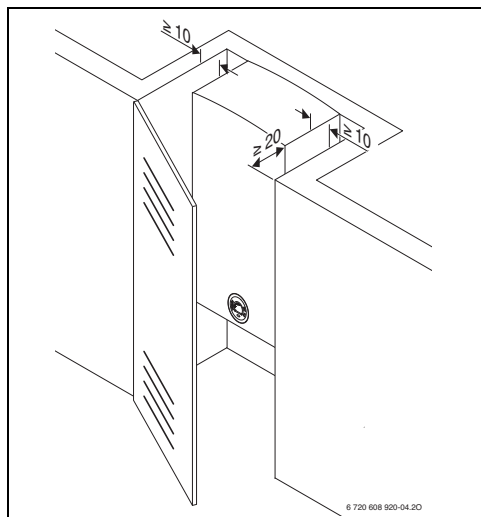

Fig. 17 Distancias mínimas (mm)
- ▶ Respetar las medidas mínimas de instalación indicadas en la Fig. 17.
- ▶ Asegurar un buen acceso para los trabajos de mantenimiento, respetando las distancias mínimas indicadas en la Fig. 17.